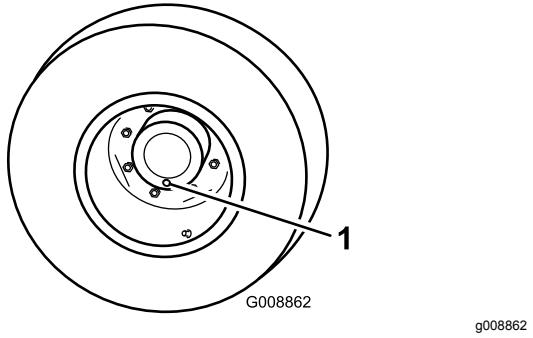

Figura 89
- Con la macchina parcheggiata su una superficie piana, posizionate la ruota in modo che un tappo di controllo si trovi nella posizione inferiore (ore 6) (Figura 89).